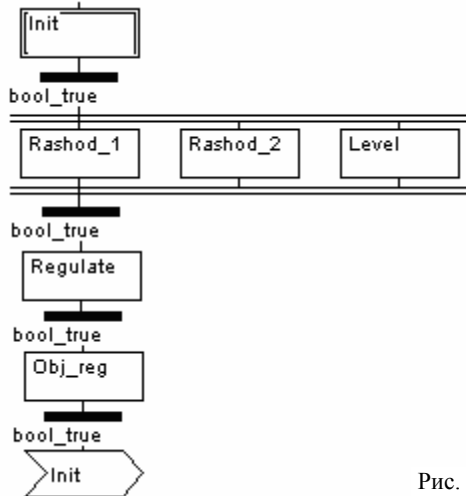

Рис. 3
5. SFC (Sequential Function Chart – последовательные функциональные схемы) – графический язык, позволяющий описать алгоритм в виде набора связанных пар "шаг-переход". Шаг представляет собой набор операций над переменными, а переход – набор выражений, определяющий передачу управления следующему шагу. SFC имеет возможность распараллеливания алгоритма, но не имеет средств для описания шагов и переходов, которые могут быть выражены только средствами других языков стандарта. Основным достоинством SFC является высокая выразительность графического представления алгоритма. Вид программы на SFC показан на рис. 3.